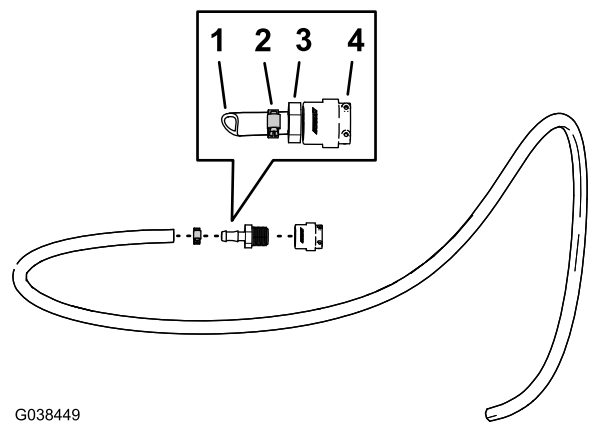

Figure 91
3. Branchez le flexible (1,3 x 762 cm) au raccord cannelé droit à l'aide du collier (6 à 11 mm) (Figure 91).
1. Appliquez du ruban en PTFE sur le filetage (Figure 91) du raccord cannelé droit (1/2").
2. Branchez le raccord cannelé droit (1/2") au raccord rapide femelle, comme montré à la Figure 91.